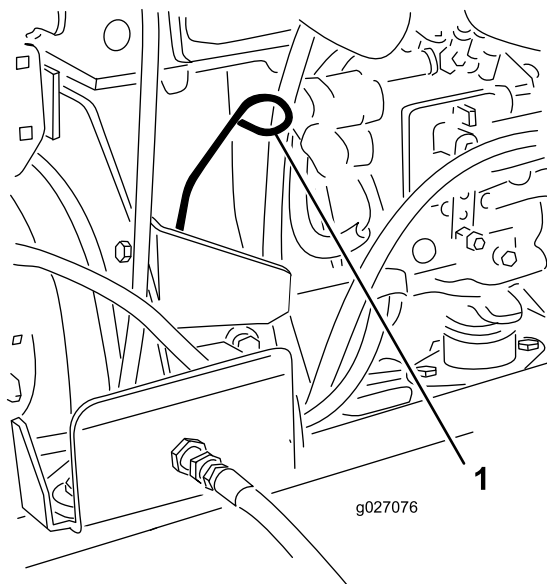

Figura 30
3. Retire a vareta, limpe-a e volte a colocá-la (Figura 30).